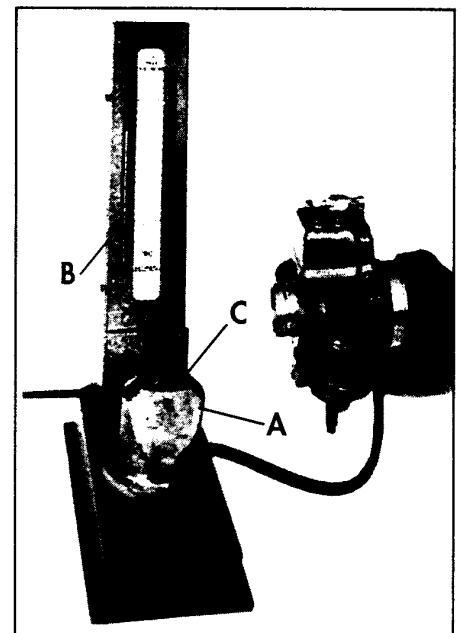

Bild 10
Schwimmernadelventile werden komplett mit Ventilsitz, einzeln verpackt und geprüft geliefert. Eine Verwendung unterschiedlicher Ventilsitze und Nadelventile ist nicht zu empfehlen. Mit einem Vakuummeter (Bild 10) kann die Funktion des Schwimmernadelventils geprüft werden. Es besteht aus einer Luftpumpe (A) und einem Manometer (B). Der Schlauch des Manometers wird mit dem Kraftstoffeinfüllstutzen fest verbunden, der Vergaser, ist wie in Bild 10 dargestellt, zu halten. Nach Betätigen der Luftpumpe durch den Hebel (C) steigt die Quecksilbersäule an. Fällt die Quecksilbersäule wieder ab, ist das komplette Kraftstoffsystem im Vergaserauf Dichtigkeit zu überprüfen. Ist das System dicht, ist ein undichtes Nadelventil die Ursache für den Abfall. Schwimmernadelventil und -sitz sind zu reinigen und ggf. komplett auszutauschen.